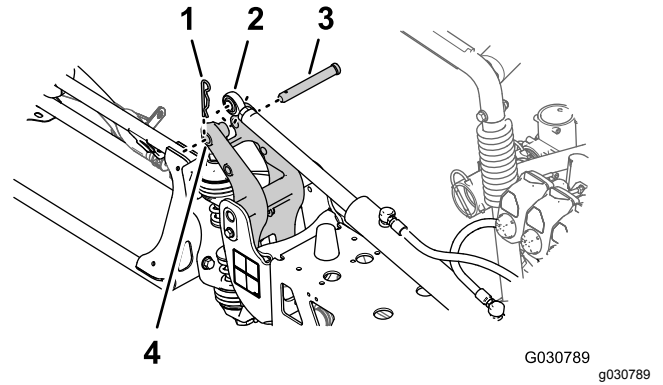

Figura 124
- Alinee la rótula del cilindro de elevación con el orificio de 25 mm del brazo del acoplamiento de giro (Figura 124).
- Sujete el cilindro de elevación al acoplamiento de giro con el pasador y la chaveta (Figura 124) que retiró en el paso 2 de Retirada de los cilindros de elevación (página 24).